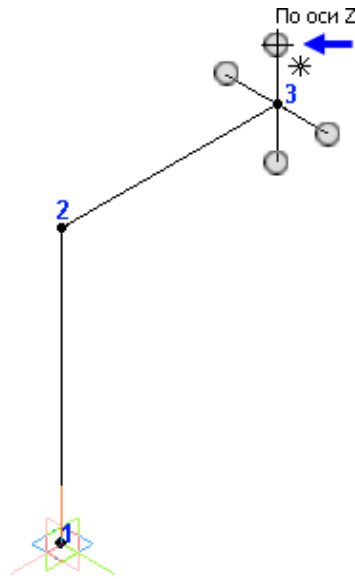

Рисунок 8.
- Укажите направление третьего сегмента и введите его длину 250 мм (рис.8).